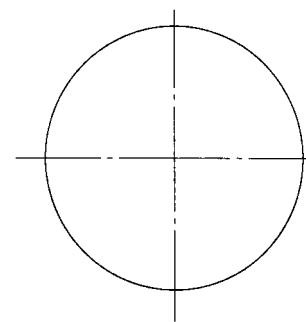

图1 角顶在竖向中心线上
2. 用三角板分别作图1的外切正六边形，图2的内接正六边形。
1-5-1 常见错误——读读图1，比比图2